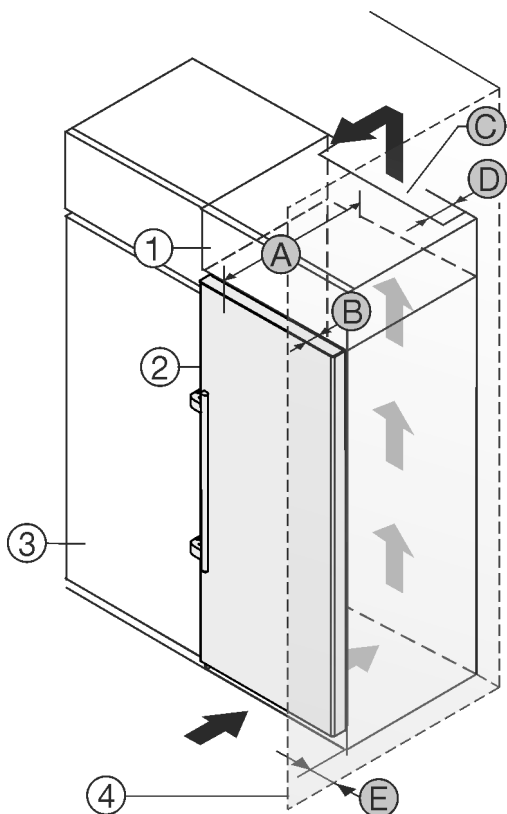

Fig. 2
È possibile posizionare l'apparecchiatura accanto a un mobile da cucina Fig. 2 (3).*
Sul lato posteriore dell'armadietto sovrapponibile deve essere presente un vano di scarico dell'aria con la profondità Fig. 2 (D) che attraversa l'intera larghezza dell'armadietto sovrapponibile.*
Sotto al soffitto deve essere presente la sezione di ventilazione Fig. 2 (C).*
Se si installa l'apparecchiatura con le cerniere accanto a una parete Fig. 2 (4), la distanza tra l'apparecchiatura e la parete deve essere di almeno 57 mm, che corrisponde alla sporgenza della maniglia a porta aperta.*
Per poter aprire completamente la porta, installare l'apparecchiatura in modo che sporga dal frontale del mobile da cucina almeno della misura della profondità della porta Fig. 2 (B). L'apparecchiatura può sporgere ulteriormente a seconda della profondità dei mobili da cucina Fig. 2 (3) e dell'utilizzo di distanziatori a parete.*